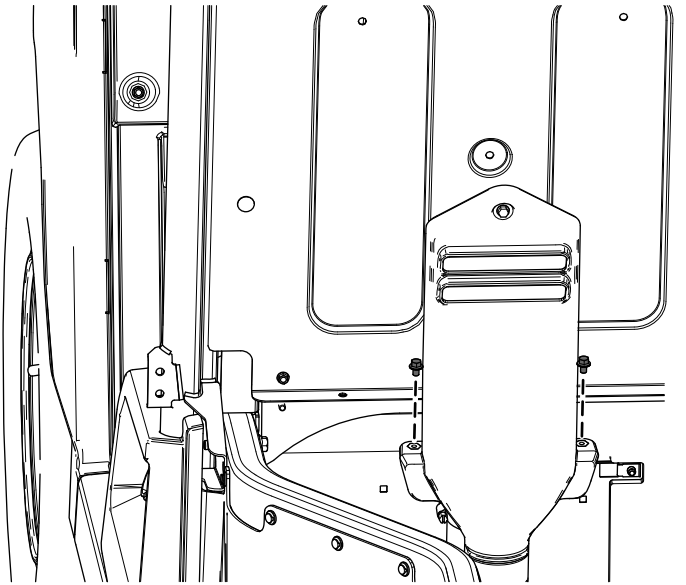

Bild 61
- A. Entfernen Sie die beiden Bundkopfschrauben ($\frac{1}{4}$ " x $\frac{3}{8}$ ") von der CVT-Ansaughaube (Bild 61).